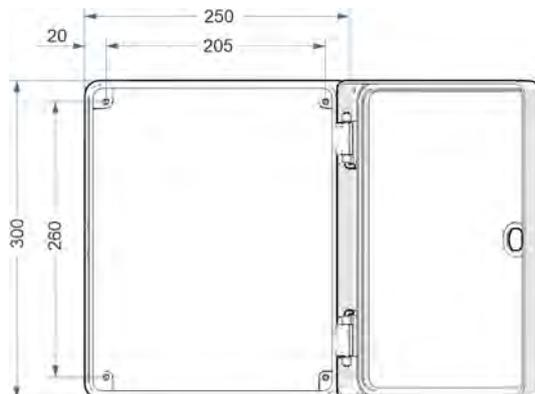

Abb. 6: Wandmontage: DryExx® Small
i Bei Montage an einem Montagegestell die dem Lieferumfang beiliegenden Schweißbolzen gemäß Angaben in Abb. 6 an der vorgesehenen Fläche anbringen.
- 1.** ➤ Mit einem Helfer den Schaltschrank an die entsprechende Stelle an der Wand halten und die Befestigung gemäß Angaben in Abb. 6 vorbereiten.